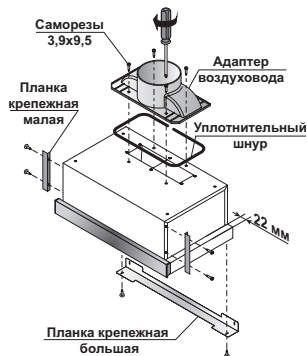

Рис. 2
1. При помощи саморезов 3,9x9,5 из монтажного комплекта и отвертки закрепите адаптер воздуховода и, при необходимости, планки крепежные на корпусе вытяжки. (Рис. 2)